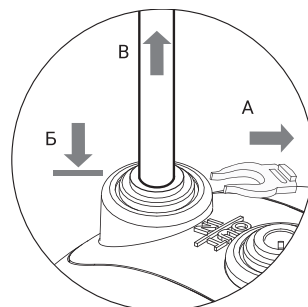

рис. 4
2. Удалите стопорную клипсу (А). Удерживая прижатым к основанию фитинга цанговое кольцо (Б), аккуратно извлеките пластиковую трубку (В) (рис. 4).